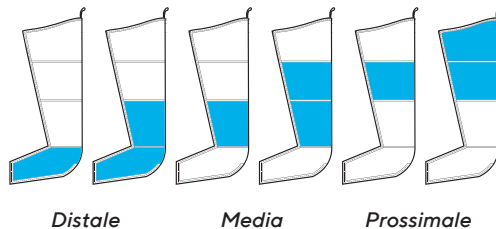

Figura 2 – Modalità ciclo ISOLATION
- Fino a quando entrambe le camere non raggiungono la pressione impostata e si sgonfiano contemporaneamente, il ciclo riprenderà dopo una breve pausa (vedi Figura 2).